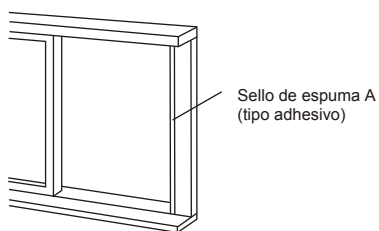

Imagen 12
1. Corte el sello de espuma (tipo adhesivo) en un tamaño correcto y adjúntelo al marco de la ventana. Consulte Imagen 12